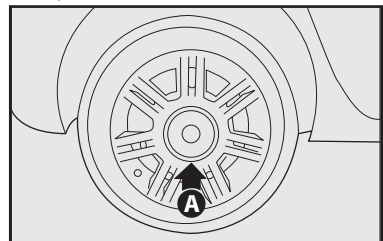

fig. 6
Com roda de liga leve, retirar a calota de cobertura dos parafusos (para algumas versões), com o auxílio de uma chave de fenda (não fornecida) inserida no recorte **A-fig. 6** e desapertar os parafusos, também cerca de uma volta.
14) Recolocar a calota de cobertura dos parafusos da roda de liga leve **A-fig. 6**. Cuidar para que, ao pressioná-la, o seu ressalto lateral (face interna) se encaixe perfeitamente no rebaixo da roda.